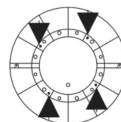

Рис. 3
- Используя 4 крепежных винта, прикрепите основание (1) к нижней части корпуса (3) (рис. 3).
- Установите вентилятор вертикально на основание (1).